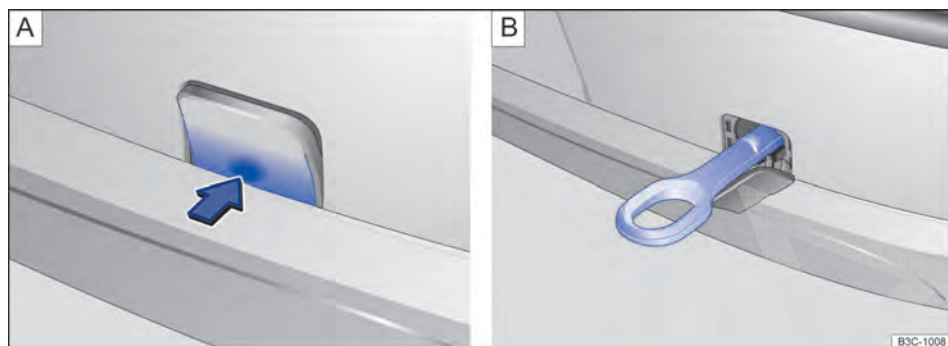
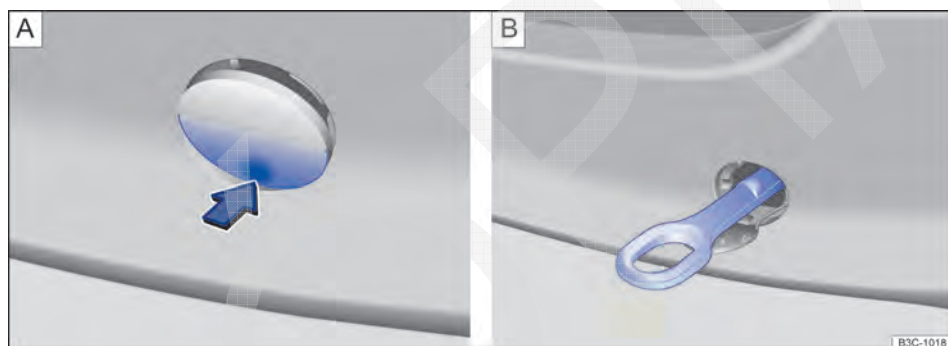

Fig. 287 No para-choque traseiro, à direita (variante 1): remover a capa de cobertura (A) e a argola de reboque rosqueada (B).
Fig. 288 No para-choque traseiro, à direita (variante 2): remover a capa de cobertura (A) e a argola de reboque rosqueada (B).
O alojamento da argola de reboque parafusável está localizado atrás, à direita do para-choque, atrás de uma capa de cobertura ⇒ Fig. 287 ou ⇒ Fig. 288. Em *veículos com dispositivo de reboque instalado de fábrica*, atrás da capa de cobertura **não** há um alojamento da argola de reboque parafusável. Para rebocar, bascular para fora ou montar e utilizar a rótula de engate ⇒ Página 172, ⇒ .
- Pressionar na área inferior da capa de cobertura ⇒ Fig. 287 A ou ⇒ Fig. 288 A no sentido da seta, para soltar o encaixe da capa de cobertura.
- Rosquear a argola de reboque ⇒ Fig. 287 B ou ⇒ Fig. 288 B tão firme quanto possível **no sentido anti-horário** no alojamento ⇒ . Utilizar um objeto apropriado com o qual a argola de reboque possa ser rosqueada com firmeza no alojamento. ►